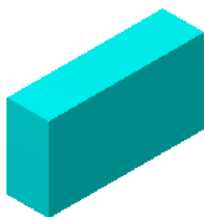

图 5.1.19 X 轴
- ☒ ☒ X 单选项：用于设置 X 轴为曲面/实体立方体的轴线，如图 5.1.19 所示。